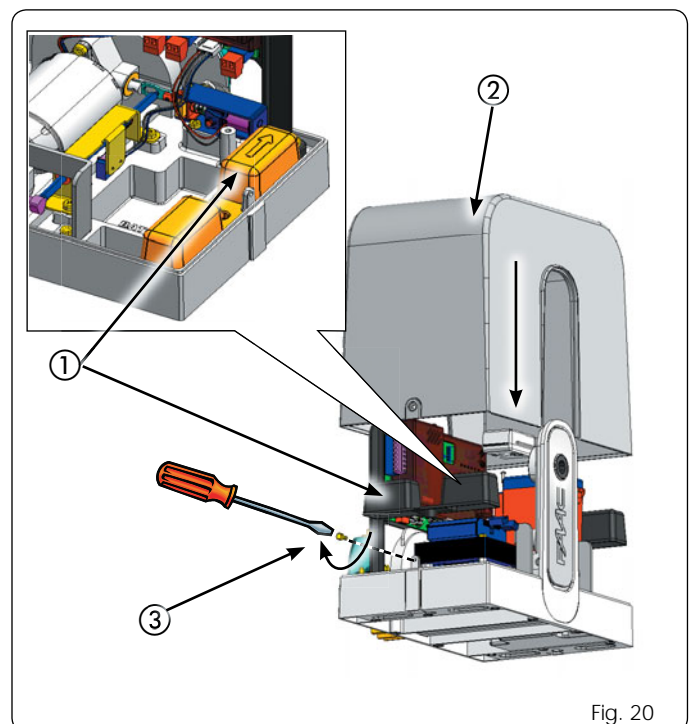

Fig. 20
Insérer par pression les couvercles en plastique des vis de fixation de l'opérateur, en vérifiant que la flèche soit orientée vers le portail (Fig. 20 réf. ①), insérer le carter de couverture (Fig. 20 réf. ②) et fixer celui-ci à l'aide des deux vis latérales ad hoc (Fig. 20 réf. ③).